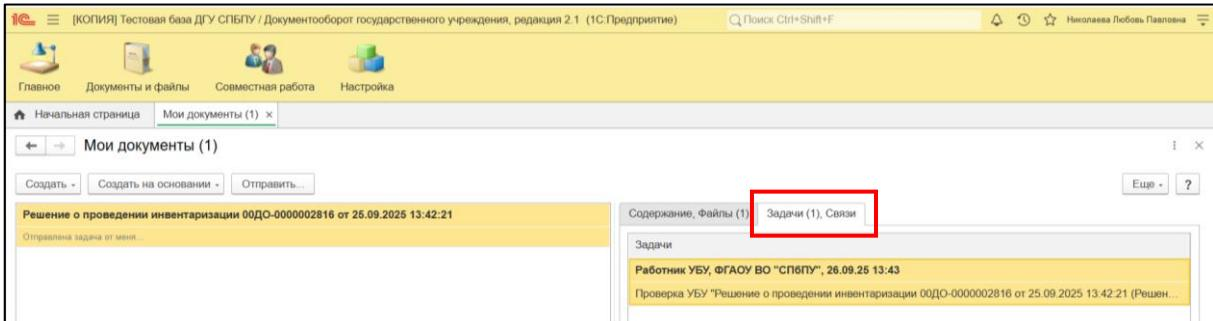

Рисунок 19 – Раздел "Мои документы"
Отображение *Решения о проведении инвентаризации* будет в блоке «*Мои документы*» (Рисунок 17), который отображает созданные Вами документы, в том числе и *Решения о проведении инвентаризации* при списании основных средств, а также процесс согласования в поле «*Задачи (1), Связи*» (Рисунок 19).